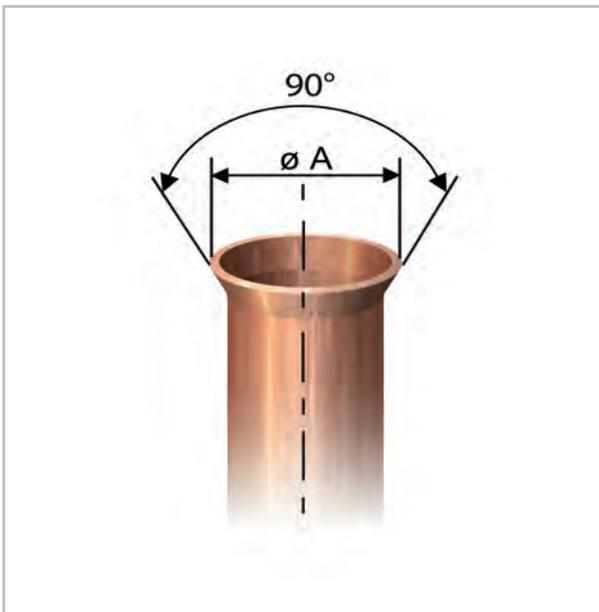

Fig. 39: Bord relevé de forme adéquate
9. ➤ Vérifiez que le bord relevé présente la forme adéquate (Voir la Fig. 39).